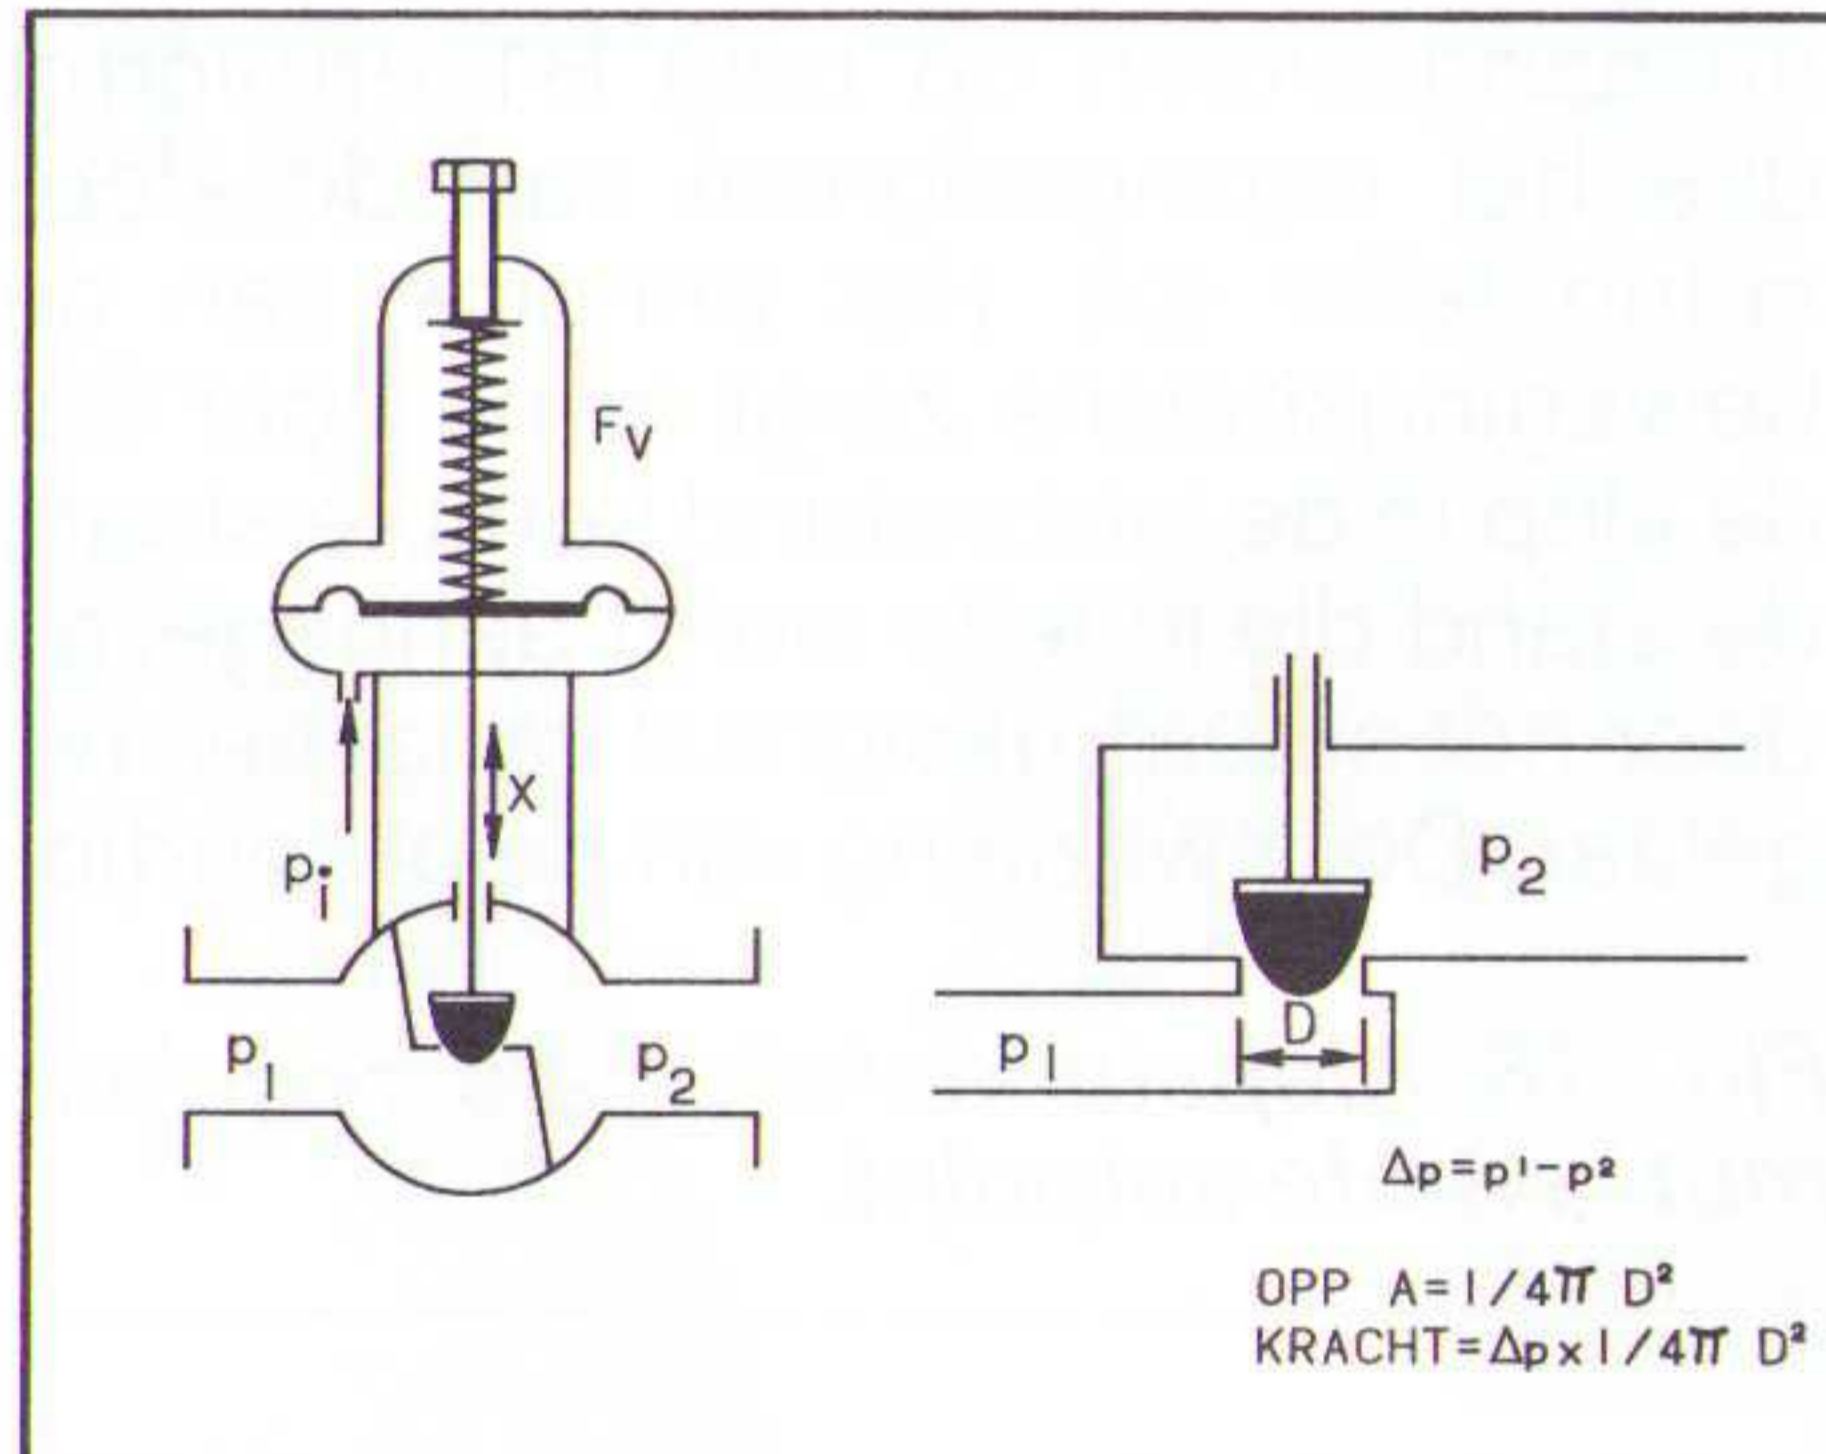

Fig. 13 Krachtenwerking bij enkelzittingklep.
- de belasting op de eigenlijke klep ten gevolge van de procesdruk (zie fig. 13).